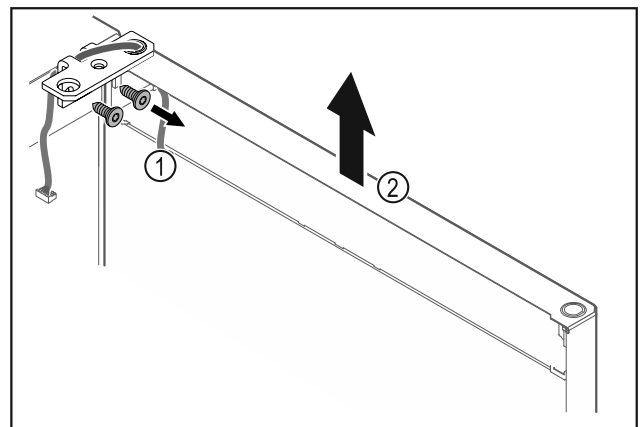

Fig. 17
- ▶ Dévisser l'équerre de la charnière Fig. 17 (1).
- ▶ Soulever la porte (équerre de charnière incluse) Fig. 17 (2) d'environ 200 mm et la retirer.